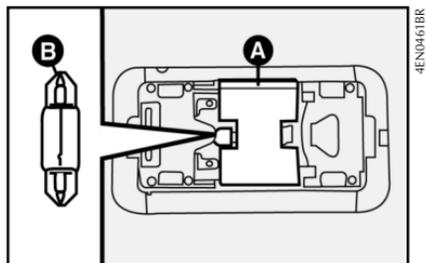

fig. 62
- quite de su alojamiento el reflector **A-fig. 62**, haciéndolo resbalar hacia atrás;
- saque la lámpara **B-fig. 62** y sustitúyala;